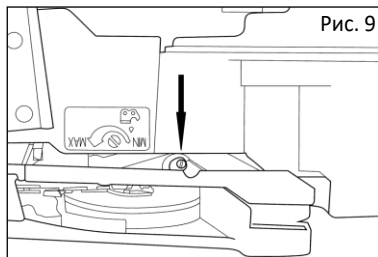

Рис. 9
- Перед началом работы проверьте смазку цепи и количество масла в масляном баке. Включите пилу и подержите ее над поверхностью земли. Если вы видите масляный след, значит, смазка цепи достаточна. При отсутствии масляного следа, смажьте дополнительно нижнюю часть цепной пилы (Рис. 9)